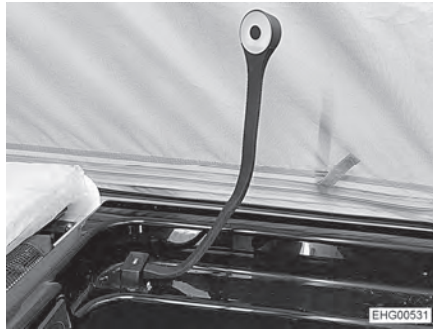
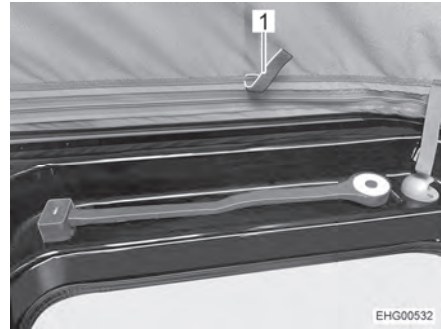

Fig. 63 Lámpara de cuello de cisne, posición de funcionamiento
Fig. 64 Luz de cuello de cisne, posición de transporte
- Volver a colocar la lámpara de cuello de cisne de la posición de funcionamiento (Fig. 63) a la posición de transporte (Fig. 64).
- Tirar la lona hacia dentro con las tiras (Fig. 64,1) previstas para ello.